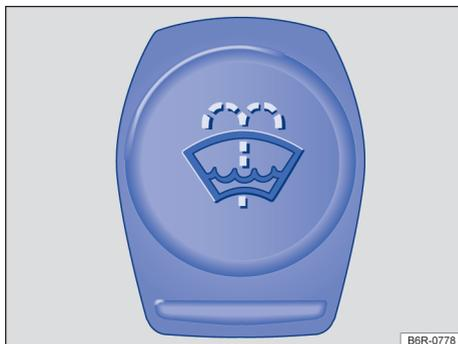

Fig. 150 No compartimento do motor: tampa do reservatório de água dos lavadores do para-brisa.
- O reservatório de água dos lavadores do para-brisa pode ser reconhecido pelo símbolo ☞ na tampa → Fig. 150.